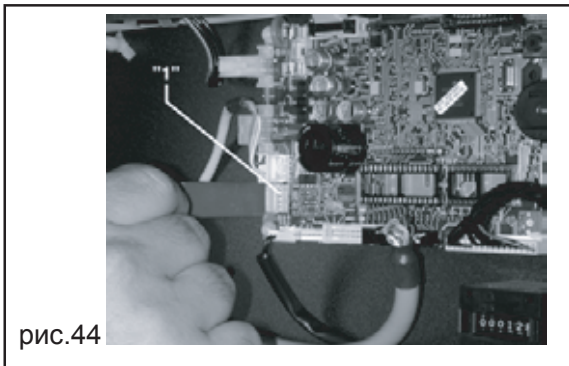

рис.44
ЭЛЕКТРОННЫЙ КЛЮЧ подсоединяется к разъему на плате ЦПУ ("1", рис. 44). Данные на ЭЛЕКТРОННОМ КЛЮЧЕ сохраняются, пока не будут записаны новые.
- Выключить автомат и вставить КЛЮЧ в специальный разъем на плате ЦПУ ("1", рис. 44). Далее включить автомат.
- При нажатии на кнопку №4 (E) произойдет копирование всех параметров с торгового автомата на КЛЮЧ.